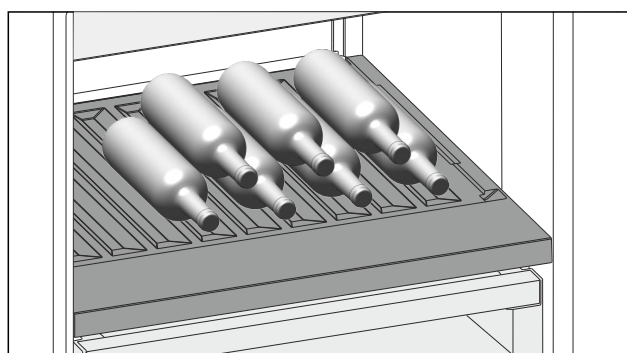

Fig. 189 Ilustrační zobrazení
- Láhve ukládejte dnem dozadu k zadní stěně. (viz Fig. 189)